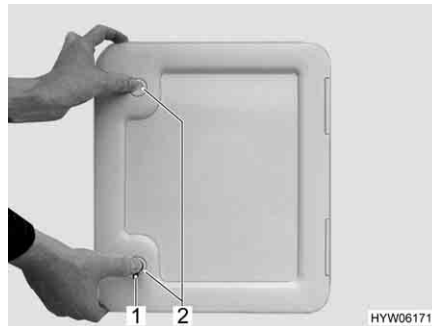

Fig. 37 Portillon pour toilette à cassette
- Insérer la clé dans le barillet du verrou à pression (Fig. 37,1) et la tourner d'un quart de tour.
- Appuyer du pouce et simultanément sur les deux verrous de pression (Fig. 37,2) et ouvrir le portillon pour la toilette à cassette.
- Insérer la clé dans le barillet (Fig. 37,1) et la tourner d'un quart de tour.